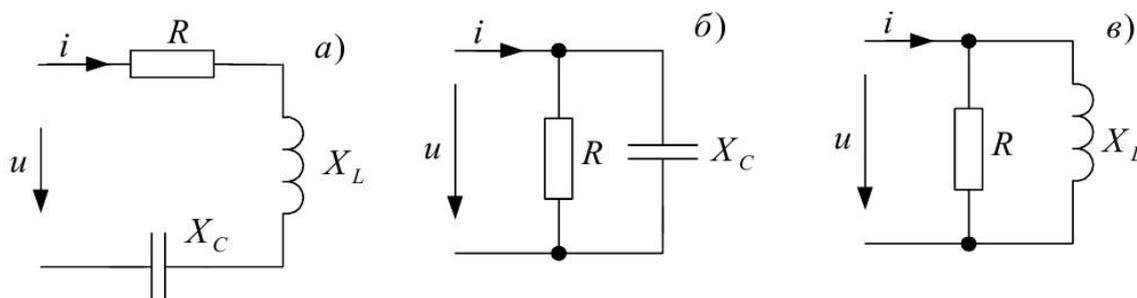

Рисунок 3.6-Схемы двухполюсников
13. Найти постоянную составляющую тока двухполюсника (рисунок 3.6 б), если на вход цепи подключен источник напряжения с ЭДС, показанной на рисунке 3.10 б. Принять  $E_m = 10$  В;  $R = 20$  Ом.